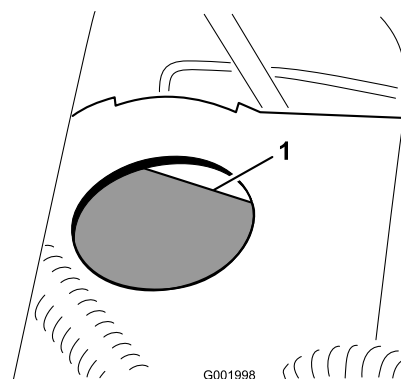

Figura 61
- El nivel de líquido debe llegar a la línea Lleno del depósito (Figura 61).